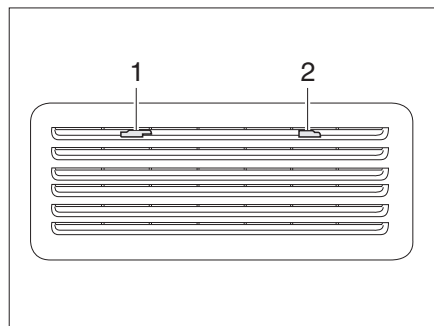
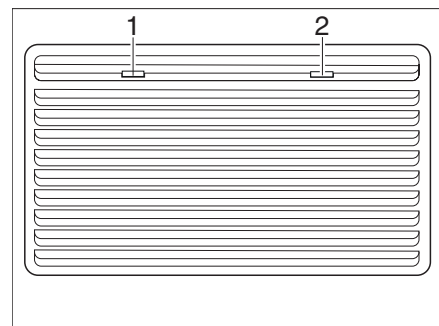

Bild 134 Kühlschrank-Lüftungsgitter
Bild 135 Kühlschrank-Lüftungsgitter
- Arretierungen (Bild 134,1 und 2 bzw. Bild 135,1 und 2) zur Mitte schieben.